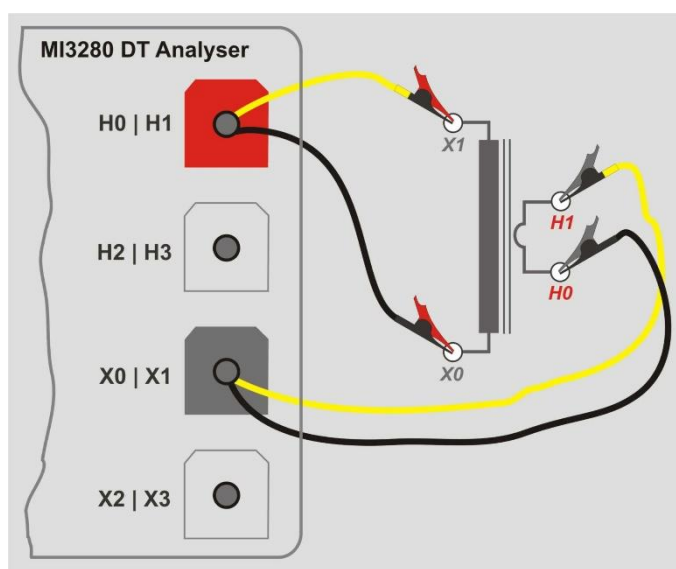

Figura 11.10: Conexión de medición del ratio de espiras de un transformador monofásico de TC
11.2.1.2 Transformador de corriente (TC)
Para medir un transformador de corriente monofásico (TC) necesita conectar un conector **H1|H0** (borne rojo: cables negro y amarillo) y un conector **X1|H0** (borne gris: de cables negro y amarillo) al enchufe MI 3280 apropiado como se muestra en la *Figura 11.10*. Asegúrese de que, al medir el transformador de corriente, el bobinado de alta tensión está conectado a las pinzas H y bobinado de baja tensión a las pinzas X.
- ☐ Conecte el transformador TC como se muestra en la *Figura 11.10*.